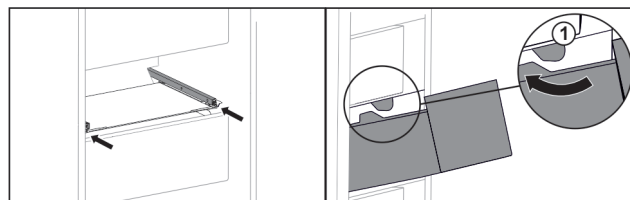

Fig. 136
- ▶ Обведите выдвижной ящик вокруг стопора Fig. 136 (1).